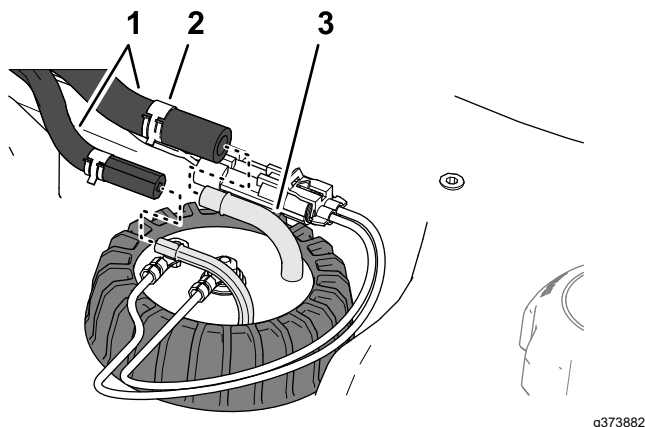

Figure 125
4. Éloignez les colliers qui fixent les flexibles sur les raccords vers l'intérieur du transmetteur de niveau de carburant, et débranchez les flexibles des raccords (Figure 125).